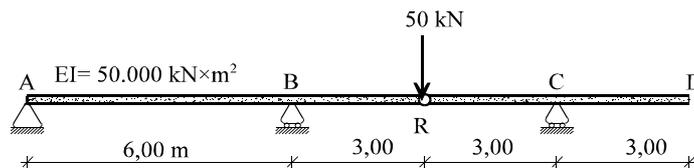

Figura 11
11) Dibujar la deformada de la viga de la figura 11 y acotar sobre ella los movimientos y giros de todos los puntos con nombre para las siguientes hipótesis de carga: